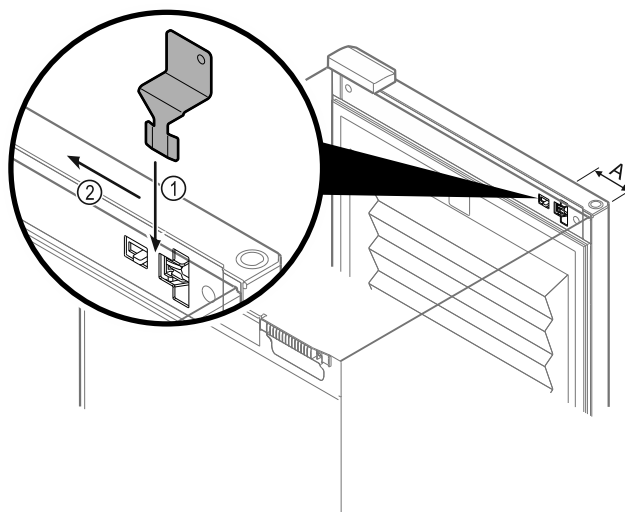

Fig. 138
- ▶ Posizionare la chiave di sblocco di emergenza nel punto specificato Fig. 138 (A) ≈ 100 mm.
- ▶ Inserire la chiave di sblocco di emergenza tra la porta e il corpo dell'apparecchiatura dall'alto fino all'arresto Fig. 138 (1).
- ▶ Tirare la chiave di sblocco di emergenza verso il lato della cerniera Fig. 138 (2).